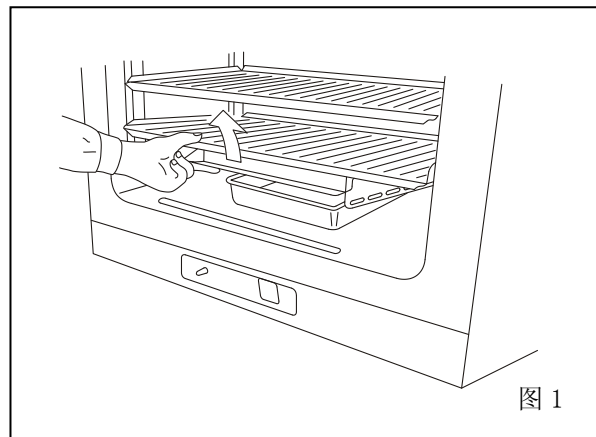

图 1
3. 取出所有搁板。见图 1。
1. 按图 1 所示，抬起增湿盘盖的前沿。